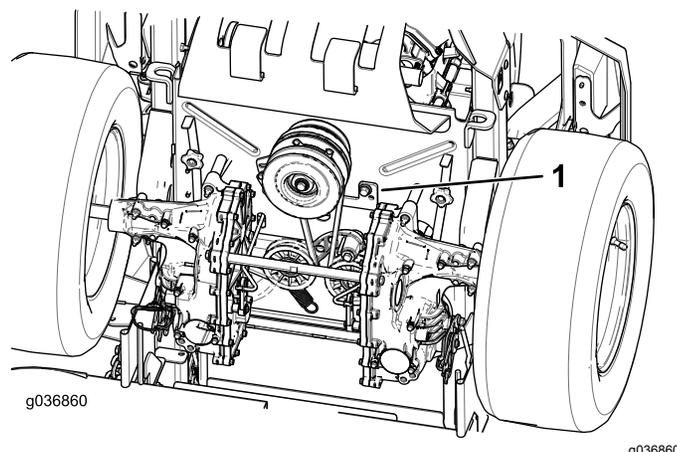

Figure 92
- Déposez la butée d'embrayage (Figure 92).
9. Reposez la butée d'embrayage (Figure 92).